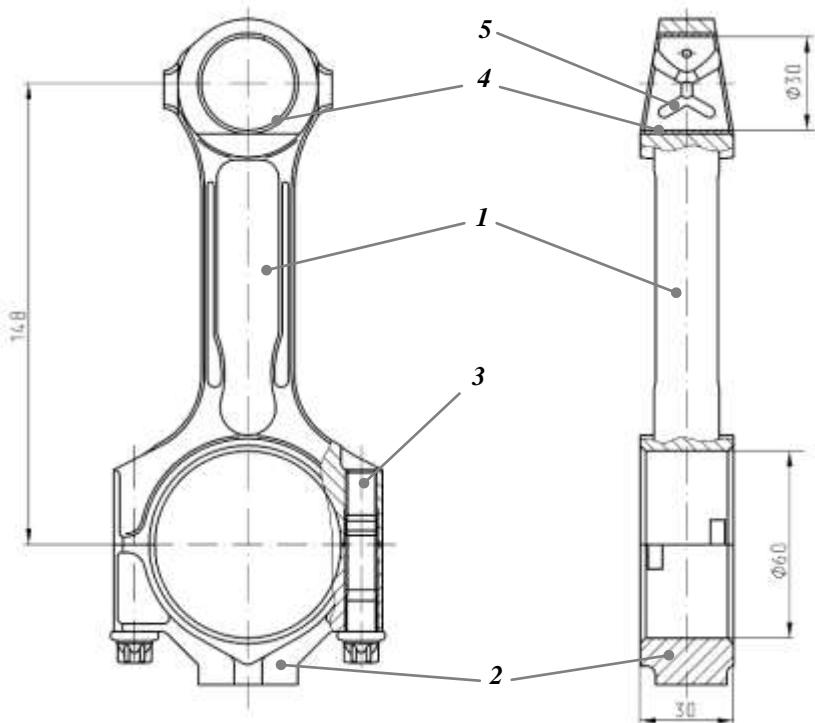

Рис. 16. Шатун:
**Шатун** (рис. 16) – для повышения прочности кованый из легированной хромом и никелем стали 40ХН. Крышка шатуна 2 из той же стали, обрабатывается в сборе с шатуном 1 и является индивидуальной (не взаимозаменяемой) для каждого шатуна. Крышка к шатуну крепится болтами 3 изготовленными из стали 38ХГНМ, имеющими центрирующие пояски для обеспечения постоянства формы опоры шатунного подшипника при разборке-сборке двигателя и для обеспечения его надежной работы. В поршневую головку шатуна запрессована сталебронзовая втулка 4, имеющая канавки 5 для подвода смазки к сопряжению палец-втулка.